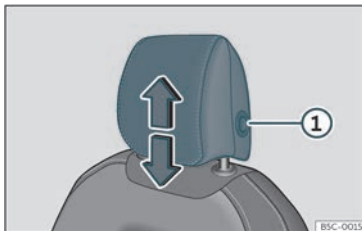
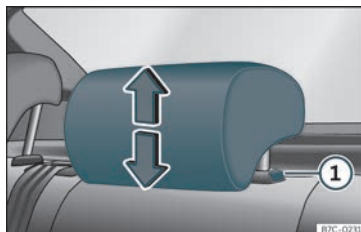

Fig. 101 Banco dianteiro: ajuste do encosto de cabeça.
Fig. 102 Encostos de cabeça traseiros: ajuste do encosto de cabeça.
- Agarre o encosto de cabeça com ambas as mãos pelos lados e empurre para cima até o encaixar na posição desejada. Para baixá-lo, proceda da mesma forma, pressionando o botão lateral ①»» Fig. 101 »» Fig. 102.
- Pressione o botão lateral»» Fig. 101 ① e retire o encosto de cabeça.